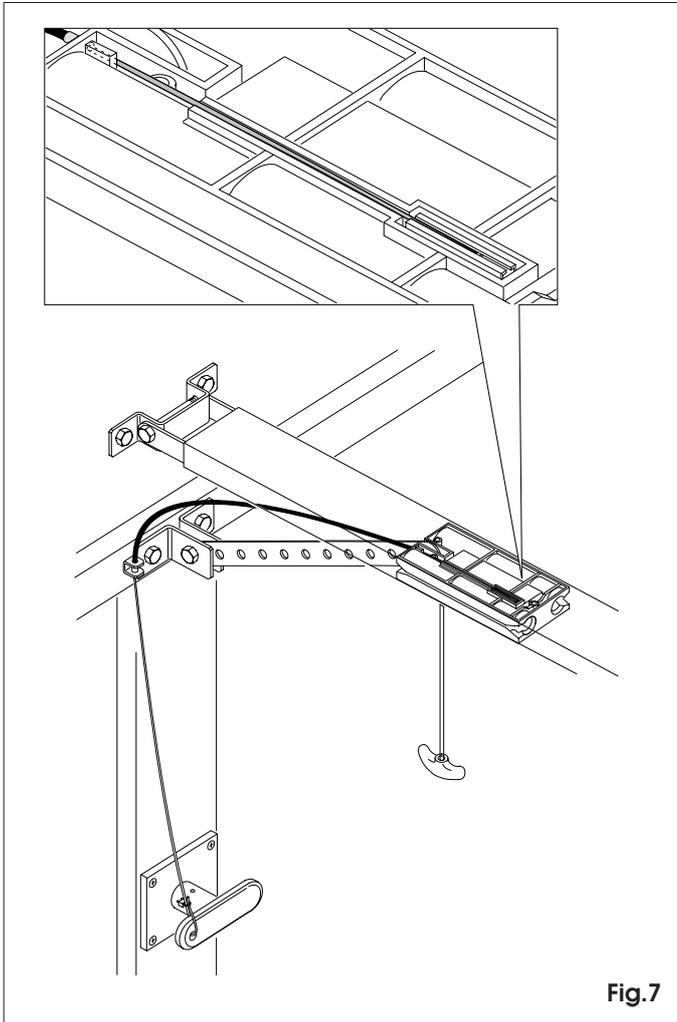

Fig.7
6.1 Si l'utilisation du déblocage externe (en option) est prévue, extraire le chariot de la glissière, insérer le câble dans son logement qui se trouve sur le chariot, comme illustré par la figure 7.